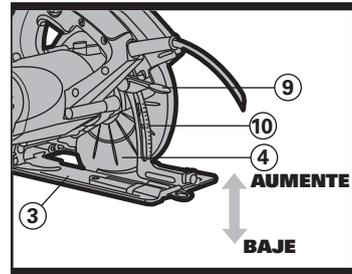
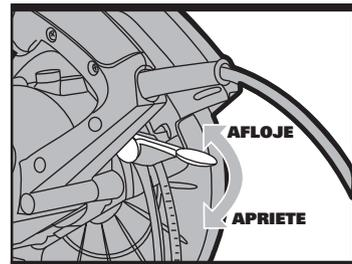

Fig 3
Fig 4
Separando la base con relación al cuerpo de la sierra circular, las graduaciones (10) le indican a qué profundidad se producirá el corte, cuando elija su profundidad, apriete la palanca de ajuste (9) para trabarla (Ver Fig 3 y Fig 4).